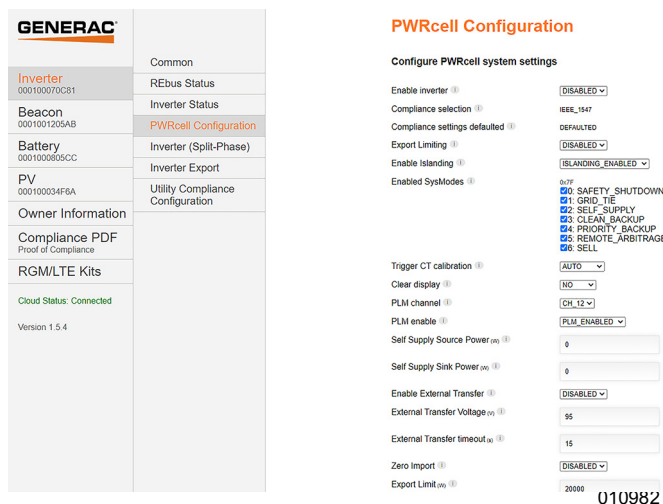

Figura 6-28. Configuración de PWRcell
3. Consulte la **Figura 6-28**. Para modificar un ajuste, haga clic en él, seleccione el cambio deseado, y haga clic en Submit. Ninguno de los cambios seleccionados se implementará a menos que se seleccione Submit al final.